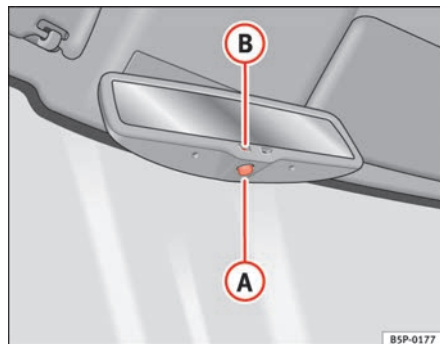

Abb. 90 Automatisch abblendbarer Innenspiegel
- Drücken Sie die Taste **A** ⇒ Abb. 90. Die Kontrollleuchte **B** erlischt.
- Drücken Sie die Taste **A** ⇒ Abb. 90. Kontrollleuchte leuchtet auf.